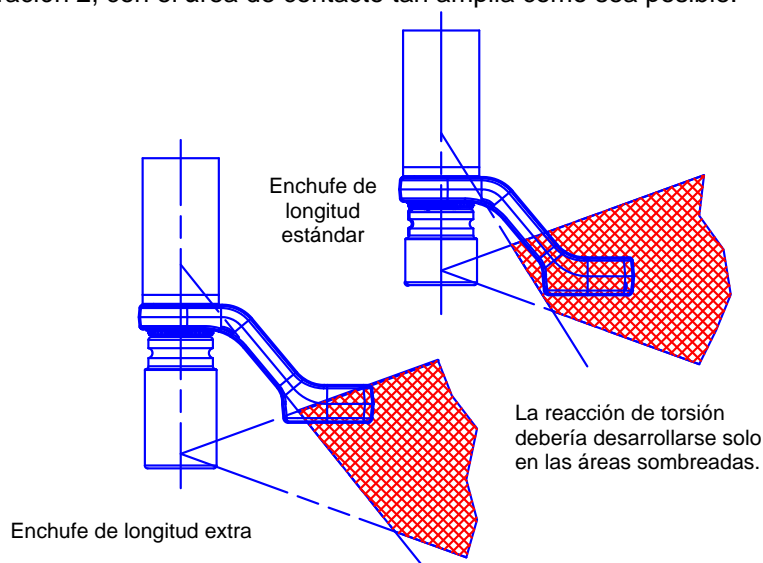

Ilustración 2 – Marco de reacción segura
- 3.3 Es esencial que la barra de reacción descansa correctamente sobre un objeto o superficie sólidos adyacentes para apretar el perno. El área de contacto debe encontrarse dentro del área sombreada de la Ilustración 2, con el área de contacto tan amplia como sea posible.
ADVERTENCIA: ASEGÚRESE DE QUE LA BARRA DE REACCIÓN SÓLO SE UTILIZA DENTRO DE LOS LÍMITES MOSTRADOS EN LA ILUSTRACIÓN 2.
Para aplicaciones especiales, o cuando se deben utilizar enchufes especialmente profundos, es posible extender la barra estándar, pero sólo dentro de los límites que se muestran en la ilustración 2. Existen barras de reacción alternativas, para ello, consulte la página 5.
ADVERTENCIA: SI NO SE RESPETAN LOS LÍMITES QUE SE MUESTRAN EN LA ILUSTRACIÓN 2 A LA HORA DE MODIFICAR LAS BARRAS DE REACCIÓN ESTÁNDAR, LA HERRAMIENTA PUEDE SUFRIR UN DESGASTE PREMATURO O DAÑOS.